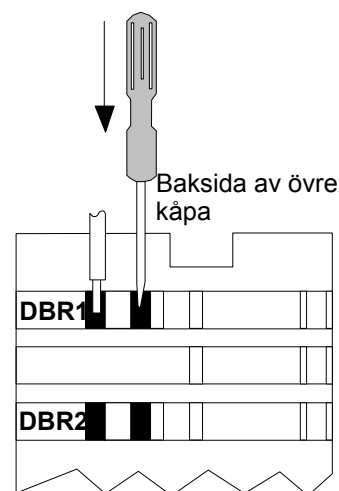

Bild 4.2
- Stick in en skruvmejsel med rak klinga (max bredd 3.5 mm) i det övre, mindre hålet, som visas i bild 4.2.
Tag av skyddet över anslutningarna (se bild 4.2). Vrid hållaren för styrkablar, förlägg kablar i den högra delen av kabelutrymmet och gör anslutningarna till plintarna. Vrid därefter hållaren så att kablar hålls i rätt del av utrymmet.